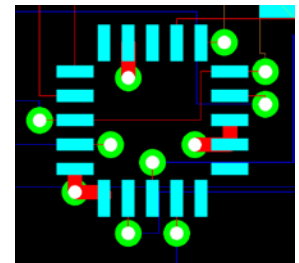

Рис. 21. Иллюстрация работы опций Via Share и Pin share.
29. С помощью мыши зададим окно охвата таким образом, чтобы на экране оптимально отображалась область платы с микросхемой U27 (рис. 21).